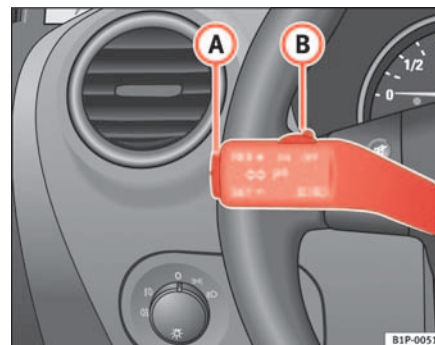

Fig. 126 Palanca de intermitentes y de luz de carretera: mando y tecla basculante para el regulador de velocidad
- Cuando se haya alcanzado la velocidad que se quiere programar, pulse brevemente la parte inferior de la tecla basculante **SET** ⇒ fig. 126 **(A)** una vez.